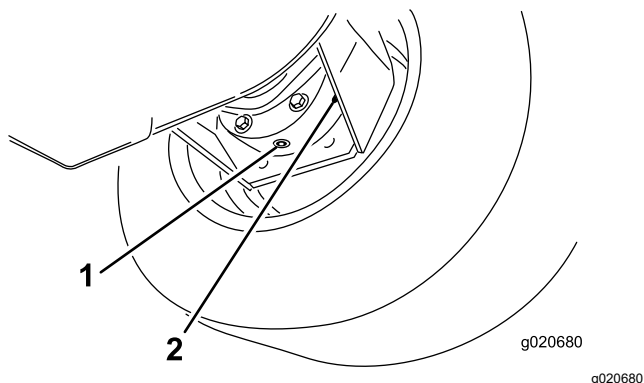

Рисунок 106
3. Подставьте поддон под корпус тормоза, снимите пробку сливного отверстия и дайте маслу стечь (Рисунок 106).